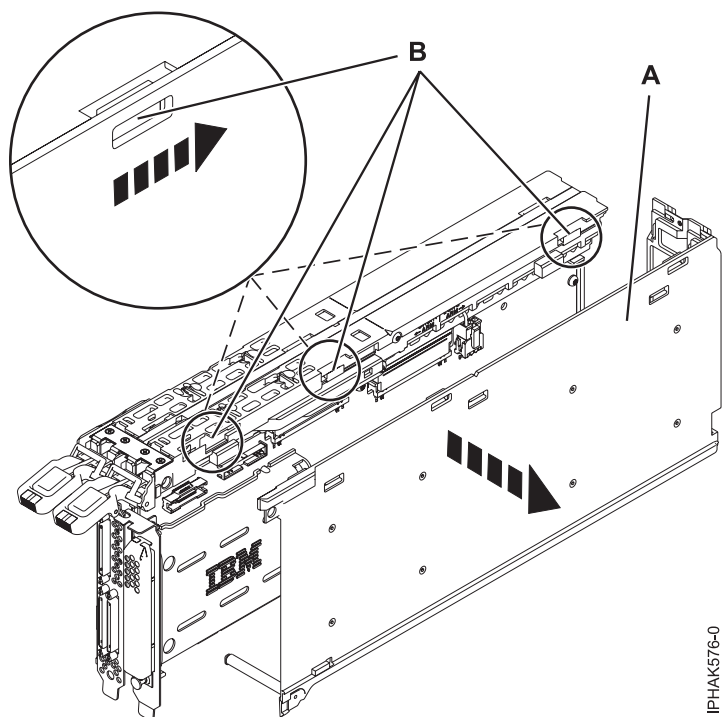

Figura 72. Extracció de la coberta
- a. Desplaceu la coberta fora dels braços de bloqueig fins que els forats i les pestanyes corresponents es desenganxin **(B)**. Consulteu Figura 72 a la pàgina 85.
- b. Traieu la coberta de l'adaptador **(A)**. Consulteu Figura 72 a la pàgina 85.